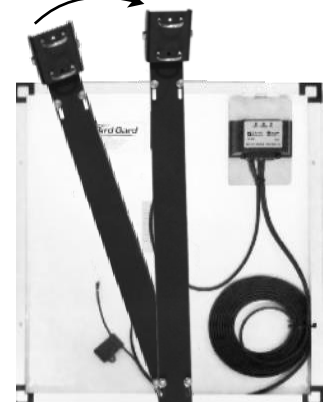

Imagen 3B
8. Gire el brazo de montaje y fíjelo al panel solar apretando los tornillos de carruaje (Imagen 3B).